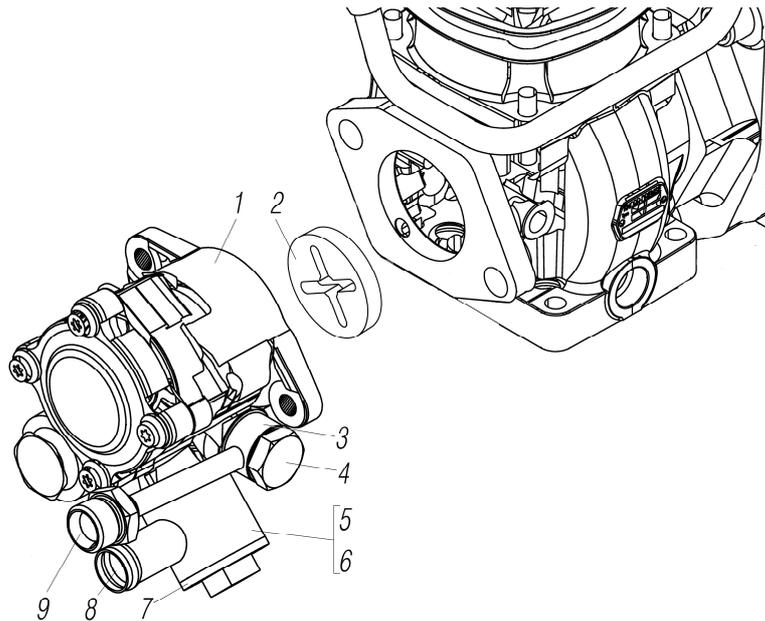

Рисунок 4.3
*¹⁰ См. рисунок 4.3. Поставляется в комплекте с двигателем
See figure 4.3. Delivered together with engine